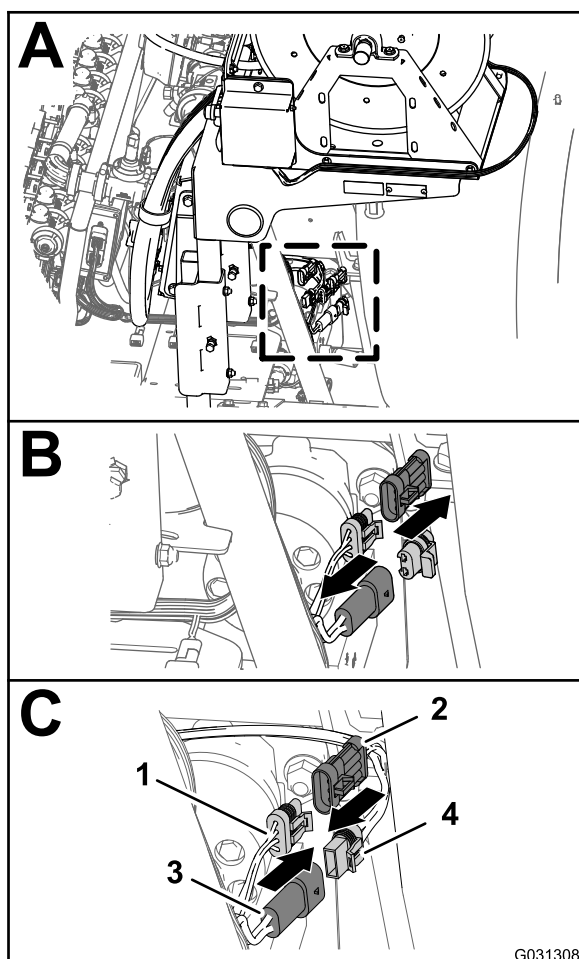

図 145
1. 機体後部で、液剤タンクの後部にある電動ホースリールキットのワイヤハーネスを探し出す 図 145のA。
2. ホースリールの電源用の後メインハーネスの 2 ピンコネクタについているプラグを外す 図 145のB。
3. 電動ホースリール用ハーネスの2ソケットコネクタを、後メインハーネスの2ピンコネクタに接続する 図 145のC。
4. スプレー用ハーネスインターコネクタ用の後メインハーネスの 3 ソケットピンコネクタについているキャップを外す 図 145のB。
5. 電動ホースリール用ハーネスの3ピンコネクタを、後メインハーネスの3ピンソケットに接続する 図 145のC。